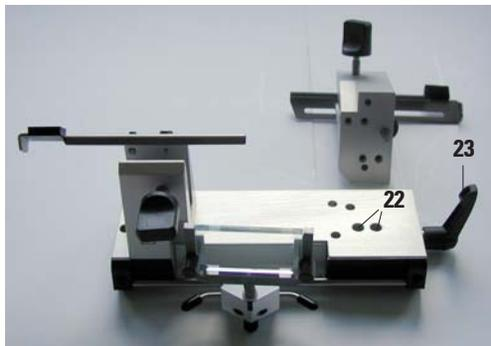

Fig. 11
2. Relâcher le levier (23, fig. 11) du côté droit du porte-couteau et sélectionner 0 comme angle de dépouille. Aligner le chiffre 0 sur la marque d'index (25). Bloquer à nouveau le levier (23, fig. 11). Si le résultat de la coupe est insatisfaisant, augmenter progressivement l'angle de dépouille, par pas de 1°, jusqu'à obtention du résultat optimal.
Régler d'abord l'angle de dépouille sur 0. Relâcher le levier (23, voir la fig. 11) et régler la marque de l'index (26) sur le nombre 0 de la graduation d'angle de dépouille (27). Fermer le levier (23). Si les résultats ne sont pas satisfaisants, augmenter progressivement l'angle de dépouille, par pas de 1°, jusqu'à obtention du résultat optimal.